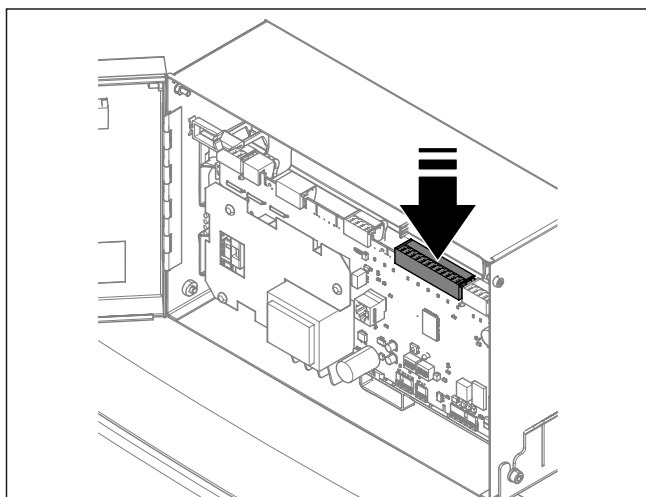

Fig. 4-37 Colocar el conector del sensor J8 en la pletina del panel de conexiones
- Colocar el conector en la pletina del panel de conexiones (Fig. 4-37).